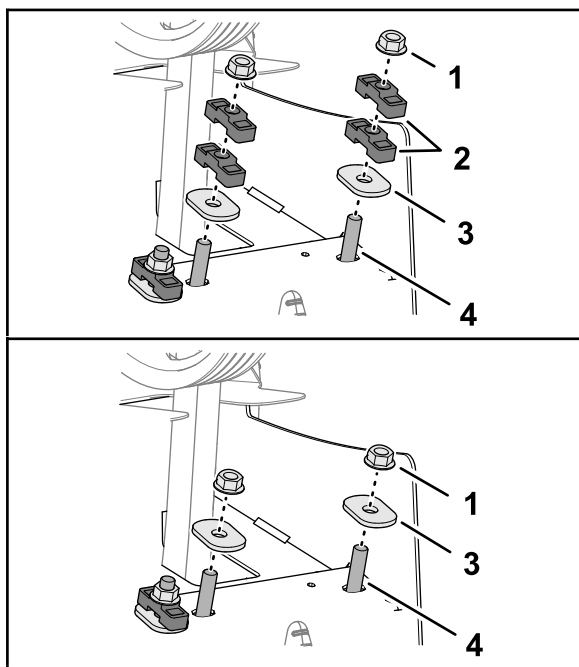

図 134
6. 硬化楕円ワッシャとロックナットで、ダンパナシャフトとスペーサを後フレームに固定する 図 134。